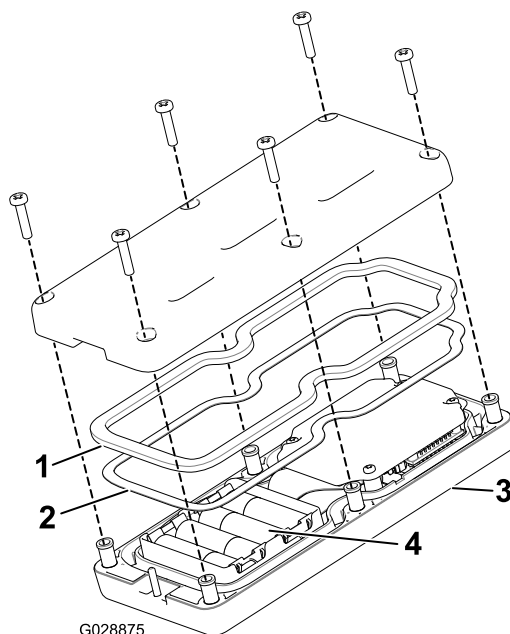

Figura 13
2. Inserite ogni batteria in un portabatteria rispettando la polarità. (Se le batterie sono inserite in modo scorretto, il dispositivo non riporta danni, ma non funziona.) Nel portabatteria sono marcati in rilievo i simboli della polarità di ogni terminazione (Figura 13).
3. Assicuratevi che la guarnizione in acciaio e la tenuta di gomma siano in sede nel canale del telecomando e riposizionate il coperchio posteriore (Figura 13).
4. Fissate il coperchio con 6 viti (Figura 13) e serratele a una coppia di 1,5–1,7 N·m.